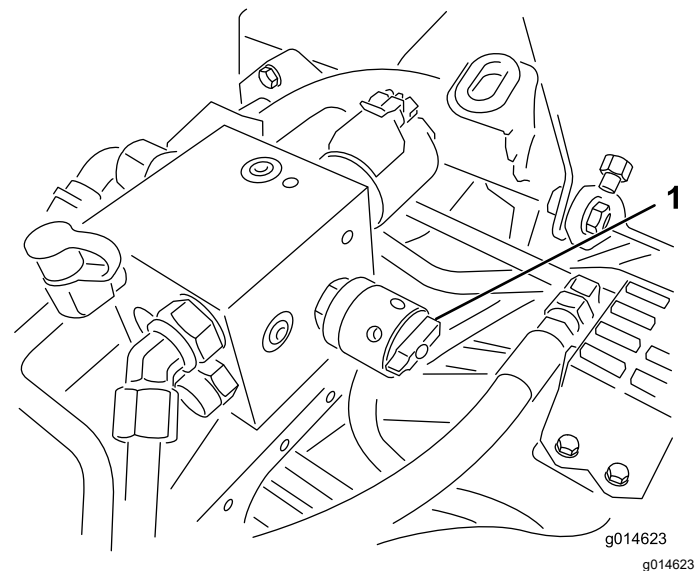

Bild 53
6. Drehen Sie den Spindeldrehzahlregler auf die Einstellung 1 (Bild 53).
4. Drehen Sie zum Einstellen der Spindeldrehzahl das Handrad (Bild 53), bis die Anzeigepfeile auf die Nummer zeigen, die der gewünschten Einstellung entspricht, die Sie in Schritt 3 ermittelt haben.